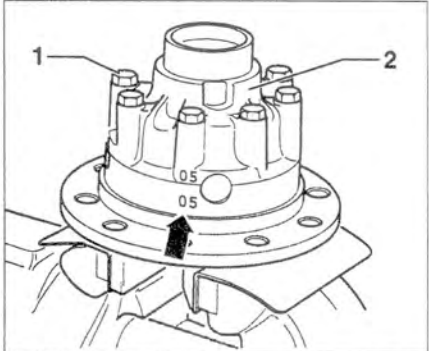

Рис. 5.123. Установите крышку 2 согласно ранее сделанным меткам (стрелка) и затяните болты 1.
11. Установите крышку 2 согласно ранее сделанным меткам (стрелка) и затяните болты 1 (рис. 5.123).